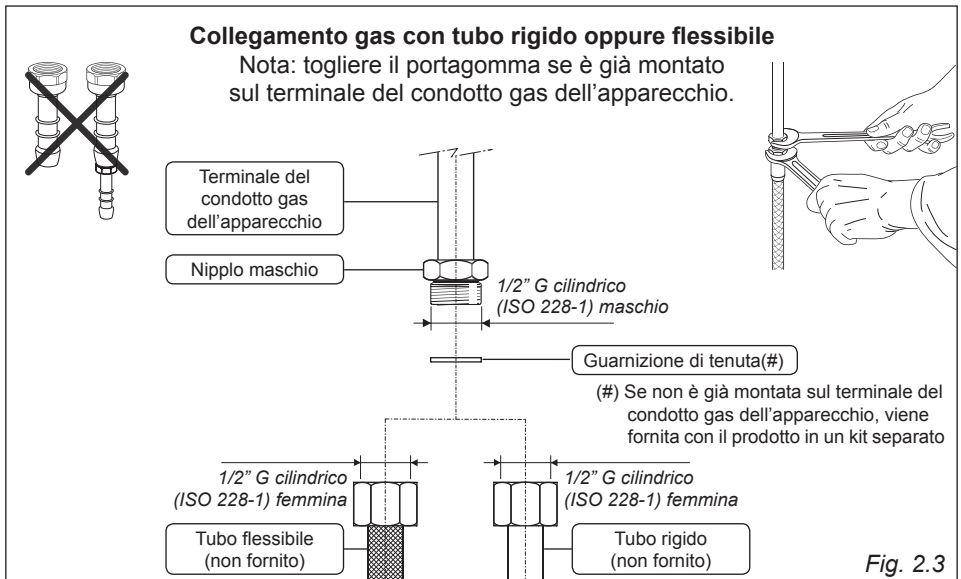

Fig. 2.3
Il gruppo di raccordo (fig. 2.3) si compone di:
- utilizzare due chiavi per il fissaggio delle parti (fig. 2.3).
- utilizzare due chiavi per il fissaggio del tubo rigido oppure flessibile (fig. 2.3).